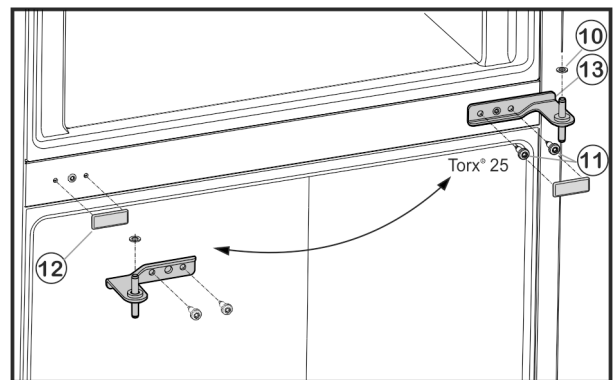

Fig. 6
- ▶ Открутите крепежные винты Fig. 6 (11) (2 шт. Torx® 25) и извлеките средний опорный кронштейн из нижней дверцы.
- ▶ Снимите пластиковую шайбу Fig. 6 (10).
- ▶ Осторожно снимите крышку Fig. 6 (12).
- ▶ Установите крышку Fig. 6 (12) на противоположной стороне.
- ▶ Вставьте средний опорный кронштейн Fig. 6 (13) с поворотом на 180° в нижнюю дверцу и прикрутите с помощью крепежных винтов Fig. 6 (11) (2 шт. Torx® 25) на новую сторону шарнира (**с моментом 4 Нм**).
- ▶ Снова установите пластиковую шайбу Fig. 6 (10).
- ▶ Установите верхнюю дверцу на средний опорный кронштейн Fig. 6 (13).